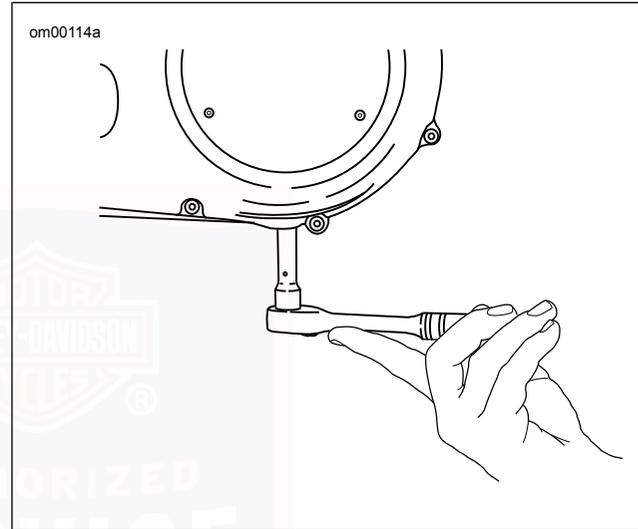

Abbildung 46. Entfernen der Kettengehäuseablassschraube
3. Siehe Abbildung 46. Die magnetische Alassschraube unten am Primärkettengehäuse entfernen. Das Primärkettengehäuse entleeren.